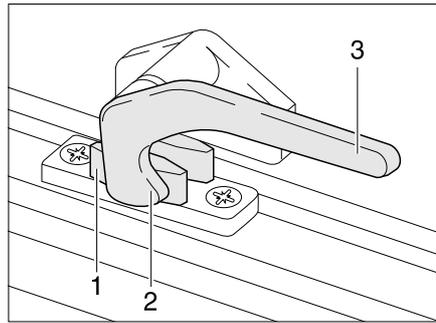

Bild 72 Verriegelungshebel in Stellung "geschlossen"
- Den Verriegelungshebel (Bild 72,3) eine viertel Umdrehung zur Fenstermitte hin drehen.
- Den Verriegelungshebel (Bild 72,3) eine viertel Umdrehung zum Fensterprofil hin drehen. Die Verriegelungsnase (Bild 72,2) liegt auf der Innenseite der Fensterverriegelung (Bild 72,1).
- in Stellung "fest verschlossen" (Bild 72).